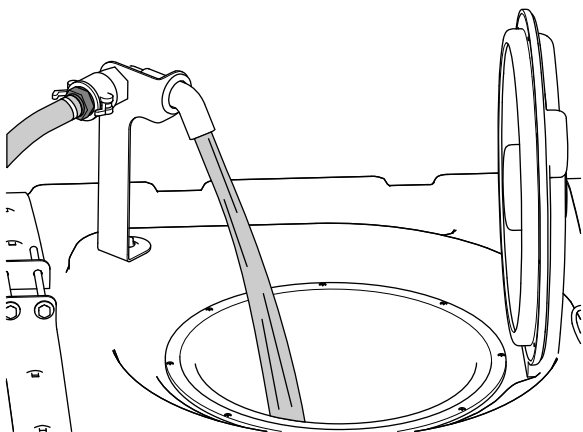

Figure 28
5. Ajoutez les 3/4 de l'eau nécessaire dans la cuve (Figure 28).